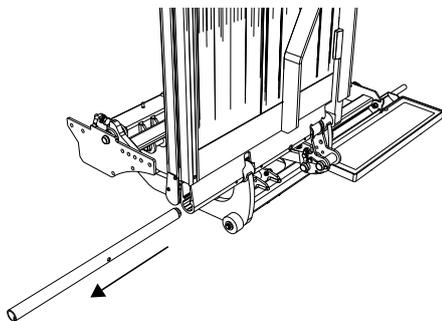

Abbildung 12. Achse aus der Plattform schieben
2. Die Achse aus der Plattform schieben, siehe Abbildung 12.